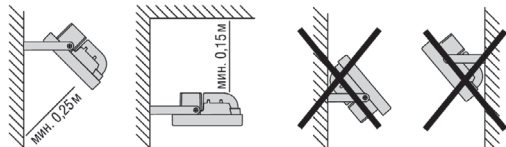

Рисунок 2
- При установке соблюдайте правила, указанные на рис. 2.